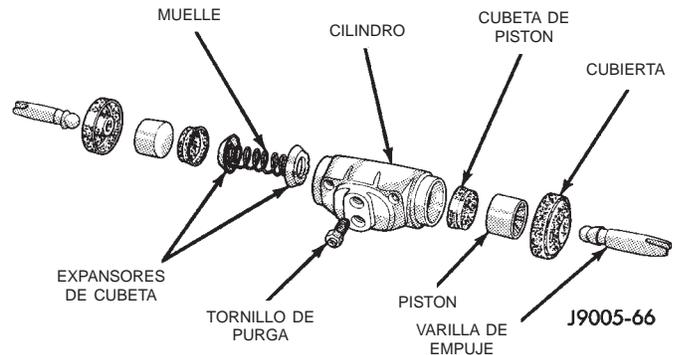

Fig. 56 Componentes del cilindro de rueda-*Característico*
(1) Retire las varillas de empuje y las cubiertas (Fig. 56).
- (2) Haciendo presión, extraiga del cilindro los pistones, las cubetas, el muelle y el expansor.
- (3) Retire el tornillo de purga.